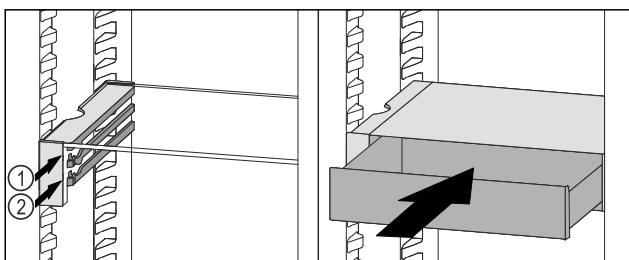

Fig. 121
- Predal VarioSafe namestite za zaustavljalnimi elementi na želeni nastavek Fig. 121 (1) ali Fig. 121 (2).